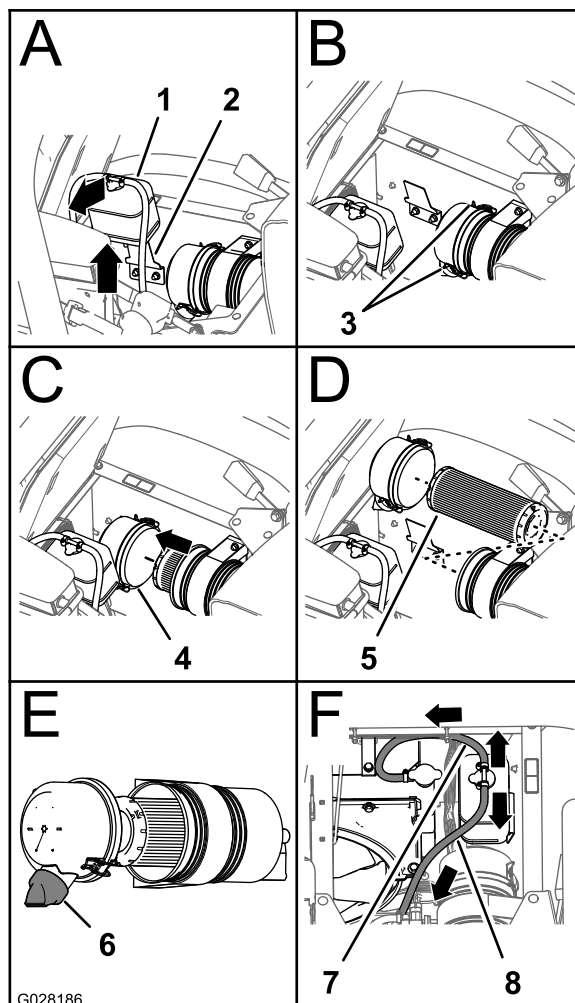

Figura 50
- Sollevate il serbatoio di troppopieno del refrigerante ed estraetelo dalla staffa di supporto del serbatoio (Figura 50).
- Allentate i 2 fermi che fissano lo scodellino parapolvere al corpo del filtro dell'aria (Figura 50).
- Pulite l'interno dello scodellino parapolvere, il corpo del filtro dell'aria e la valvola antipolvere con un panno umido (Figura 49 e Figura 50).
- Inserite l'elemento del filtro nel corpo del filtro dell'aria (Figura 50).
8. Montate la copertura sul corpo del filtro dell'aria e fissatela con i 2 fermi (Figura 50).
Nota: Assicuratevi che la valvola antipolvere sia allineata tra le ore 5 e le ore 7 se vista dall'estremità (Figura 50).
9. Allineate il serbatoio di troppopieno del refrigerante alla staffa di supporto del serbatoio e inseritelo saldamente in sede (Figura 50).
Importante: Assicuratevi che il flessibile di sfianto della pressione sia disposto in avanti e in basso e che il flessibile di sfianto del serbatoio sia disposto all'indietro, come illustrato nella Figura 50.